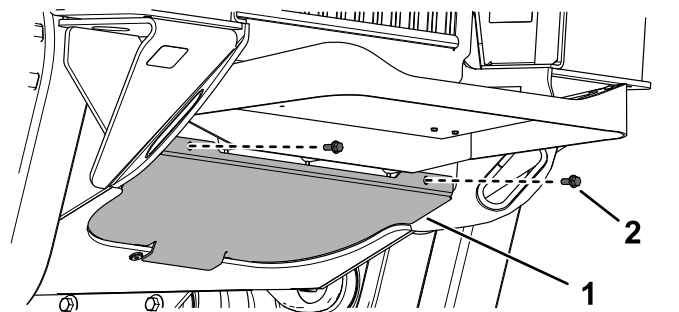

Figura 39
1. Retire los 2 pernos que sujetan la placa inferior (Figura 39).